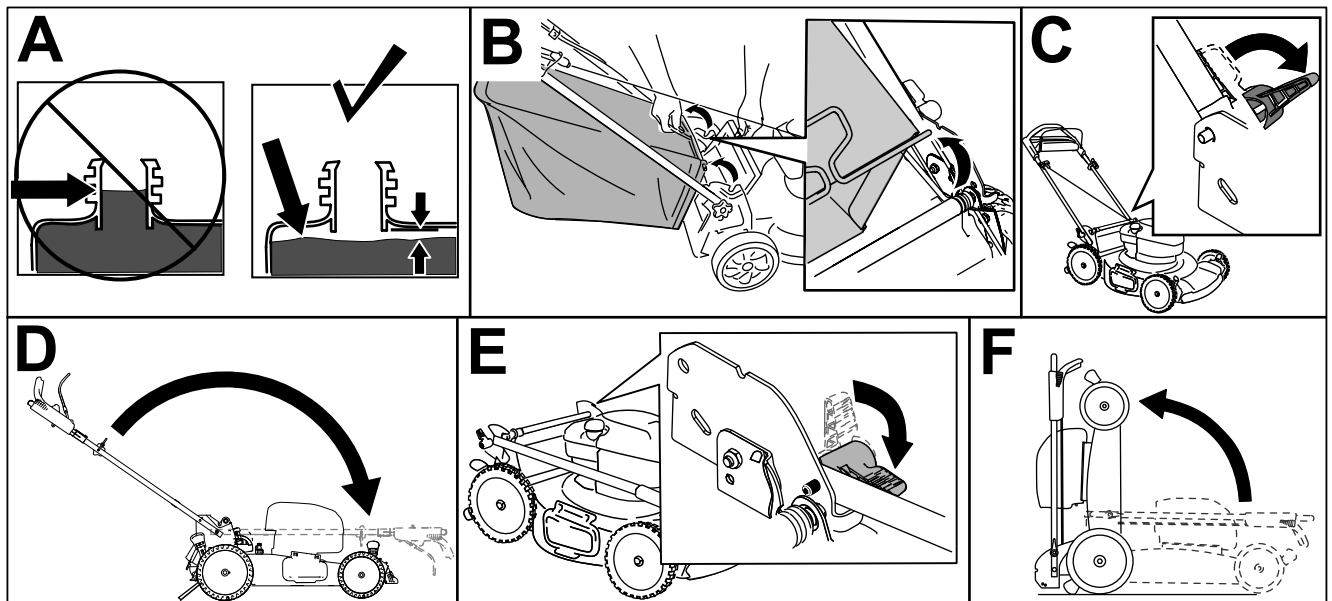

Figure 32
Remarque: Si le niveau de carburant est trop élevé dans le réservoir de carburant, vidangez une partie du réservoir dans un récipient approprié jusqu'à ce que le niveau soit égal ou inférieur à la limite recommandée par le constructeur du moteur (A de Figure 32).
2. Si le bac à herbe est installé, déposez-le; (B de Figure 32).
3. Déverrouillez la poignée (C de Figure 32).
4. Pliez la poignée complètement en avant (D de Figure 32).
5. Verrouillez la poignée (E de Figure 32).
6. Levez l'avant de la machine par la poignée et amenez-la dans un lieu de remisage (F de Figure 32).